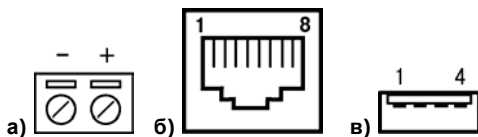

Рисунок 3.2 – Вид разъемов: разъем питания (а), Ethernet порт (б), разъем USB (в)
- разъем питания постоянного тока (см. рисунок 3.2, а);
- соединитель интерфейса Ethernet типа RJ45 (см. рисунок 3.2, б). Монтаж контактов порта Ethernet приведен в таблице 3.1;
- два высокоскоростных USB 2.0 порта (см. рисунок 3.2, в); которые могут использоваться для подключения USB flash накопителей (mass storage device).